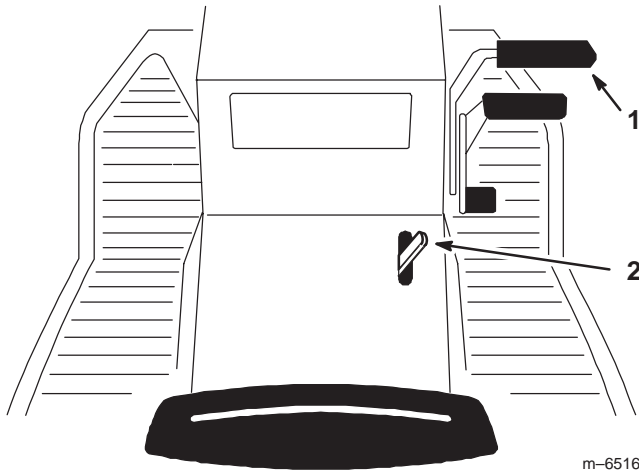

Bild 10
1. Treten Sie auf das Bremspedal (Bild 10) und halten Sie es gedrückt.
2. Drücken Sie den Feststellbremshebel (Bild 10) nach vorne und nehmen Sie langsam den Fuß vom Bremspedal. Das Bremspedal sollte in heruntergedrückter (gesperrter) Position bleiben.
1. Treten Sie auf das Bremspedal (Bild 10). Der Feststellbremshebel sollte sich lösen.